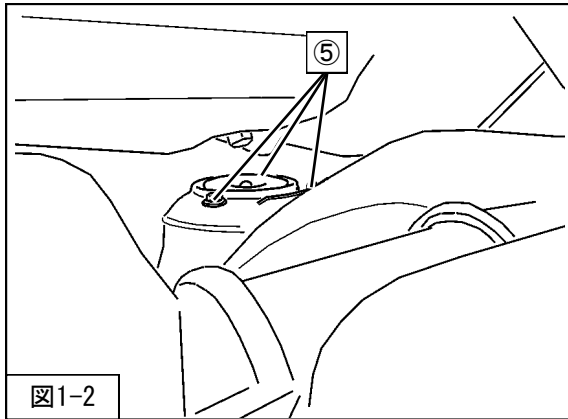

図1-2
3. ⑤フロントサスペンションASSYアッパー取付ボルトを取外してください。(図1-2)